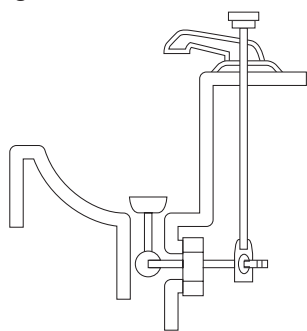

Figura 4
- Si el tapón es de tipo pop-up, extraiga el vástago y el tapón (Figura 4).